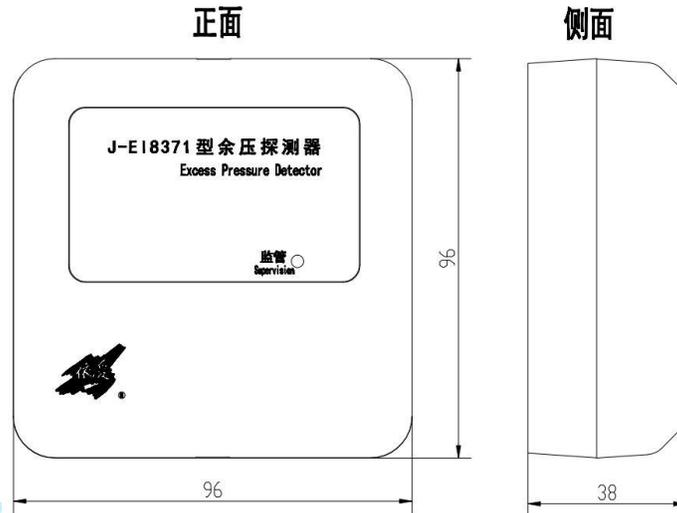

图1 余压探测器外形示意图
1. 余压探测器外形采用直插拆卸式设计，方便现场调试维护；全扣合式结构。如图1 所示：